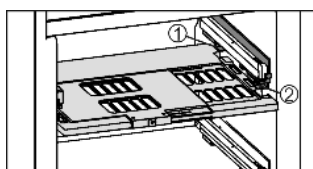

Fig. 15
- ▶ Introduire la plaque de régulation de l'humidité : insérer les travers du couvercle de la plaque par le bas dans le support arrière Fig. 15 (1) et encliqueter devant dans le support Fig. 15 (2).